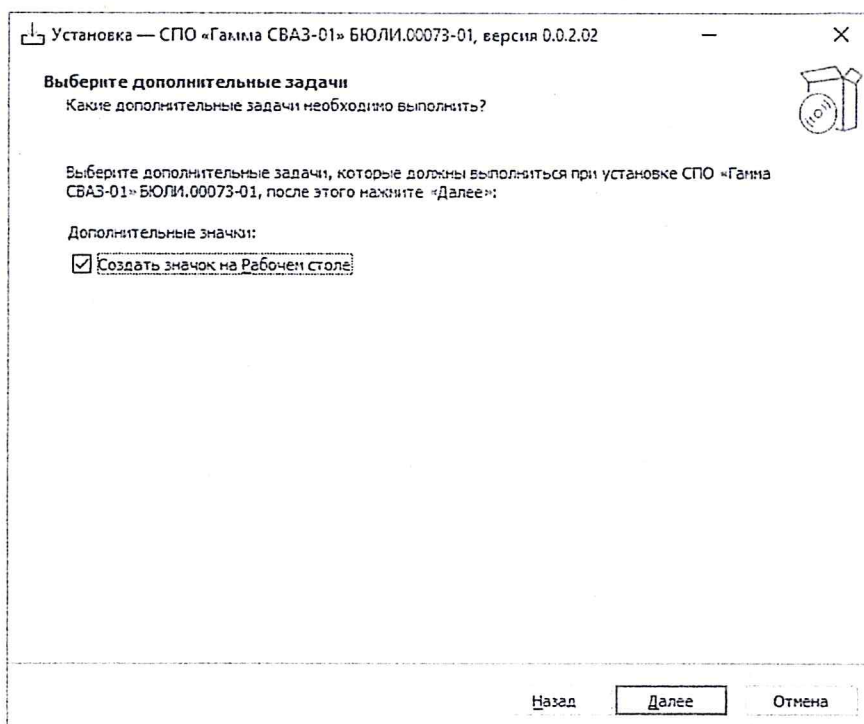

Рисунок 22 – Окно «Выбор дополнительных задач»
– в окне выбора дополнительных задач установить чек-бокс в строке «Создать значок на Рабочем столе» и нажать кнопку «Далее» (рисунок 22);